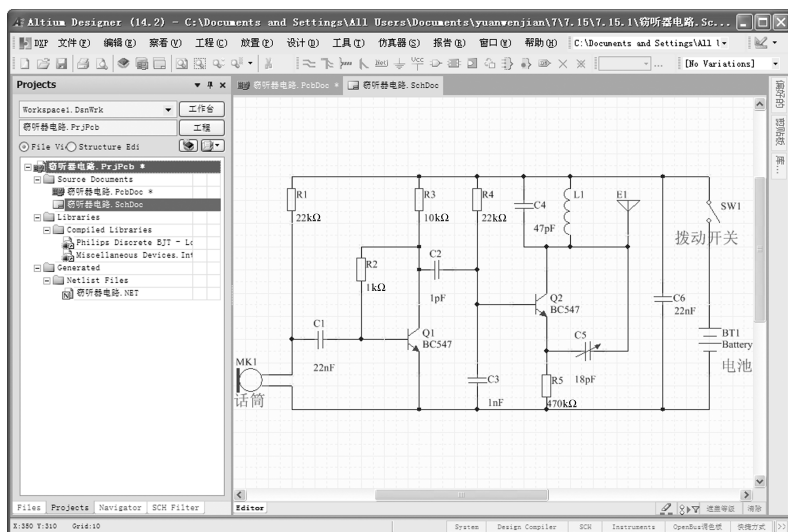

图 8-48 生成网络报表
3) 在原理图编辑环境中，选择菜单命令“设计”→“工程的网络表”→“Protel”（生成原理图网络表），生成网络报表，如图 8-48 所示。